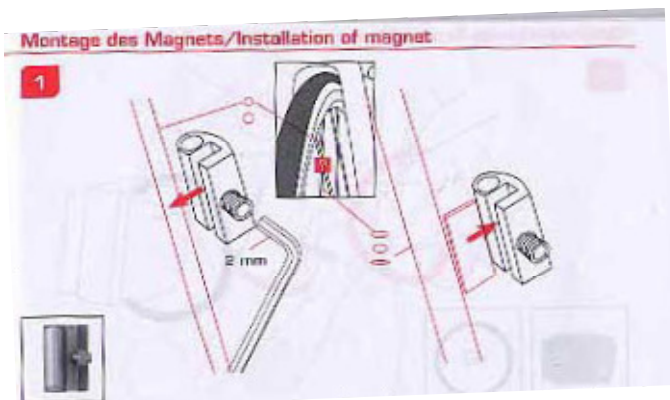

図1
- 1: 図1のように2mm六角レンチでスポークに固定します。
- 2: エアロスポークに取り付ける場合、図1のように付属のエアロスポーク保護ボードを間に挟み固定してください。